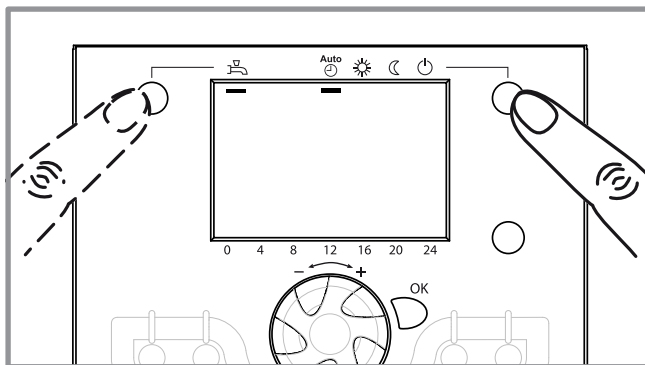

figure 62 - Sélection du régime de chauffe AUTO et puis du régime ECS (selon modèle ou option)
- Sélectionner le régime de chauffe "AUTO" (figure 62).
- Selon modèle et option, sélectionner le régime "ECS" (figure 62).